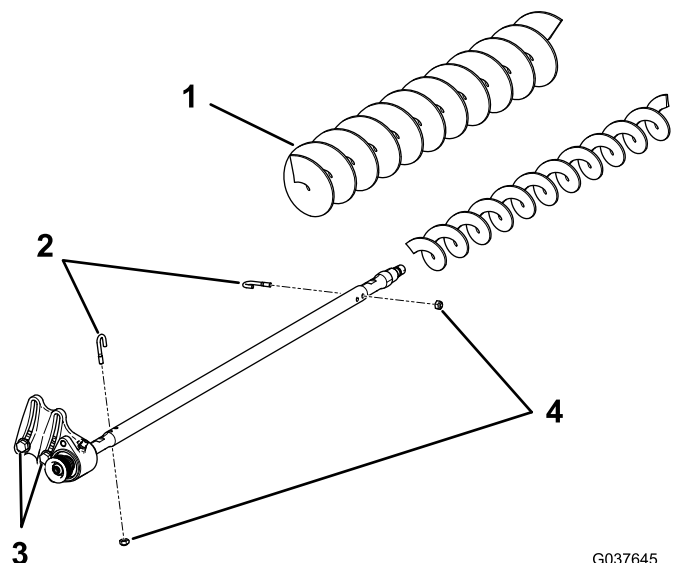

Figura 22
- Retire los 2 pernos en J y las tuercas (Figura 22).
- Retire el cepillo existente del eje del cepillo (Figura 22).
- Afloje los 2 pernos, arandelas y tuercas que sujetan el alojamiento del cojinete del motor al soporte de montaje del alojamiento del cojinete (Figura 22).
- Deslice el cepillo de altura de corte alta sobre el eje del cepillo (Figura 22).
- Sujete el cepillo en el eje con los 2 pernos en J y tuercas que se retiraron anteriormente (Figura 22).